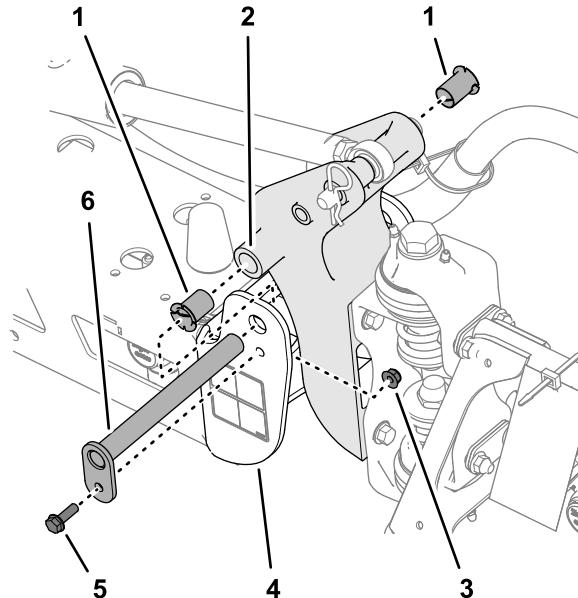

Figura 108
3. Retire el perno y la tuerca que sujetan el pasador de giro y retire el pasador (Figura 108).
5. Retire los casquillos de nailon desde delante y desde detrás del soporte de giro e inspecciónelos (Figura 108).
6. Lubrique los casquillos de nylon con una pequeña cantidad de aceite, e instale los casquillos en el soporte del giro (Figura 108).
7. Alinee los taladros del soporte de giro con los taladros del canal final (Figura 108).